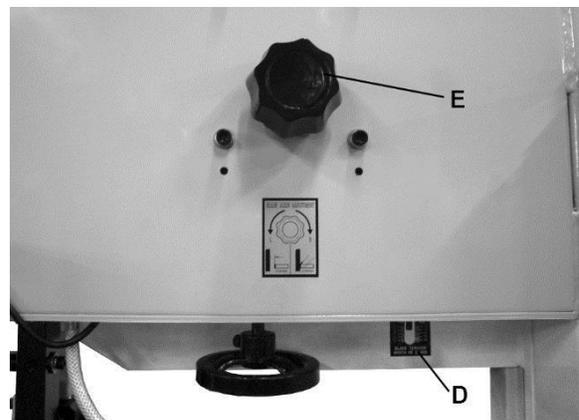

Figure 9
4. N'utiliser l'indicateur de tension de la lame (D, Figure 9) qu'en tant que référence. La lame doit être tendue en se servant de la méthode par « pression du doigt ».
1. Tourner le bouton de réglage de la lame (E, Figure 9) dans le sens horaire pour aligner la lame vers l'avant du volant.